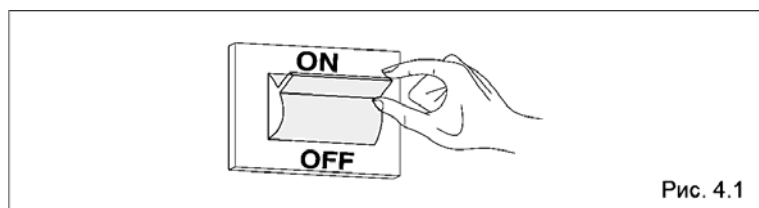

Рис. 4.1
- переведите главный выключатель системы в положение «включено» (рис. 4.1)